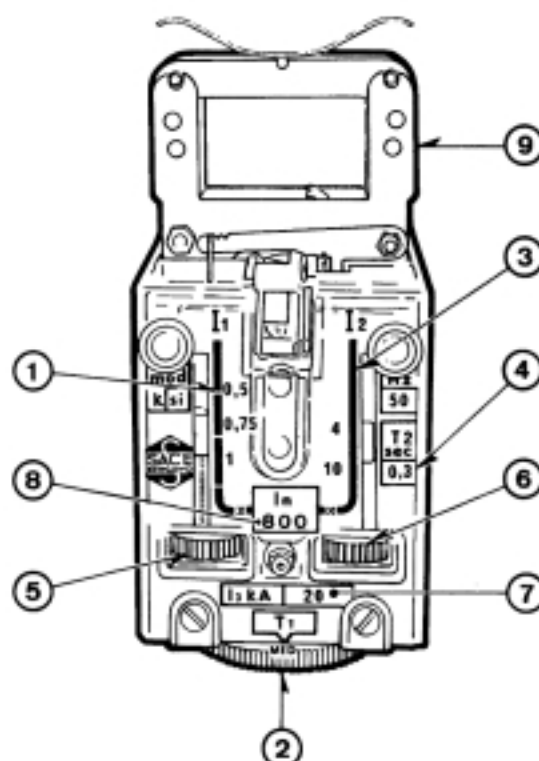
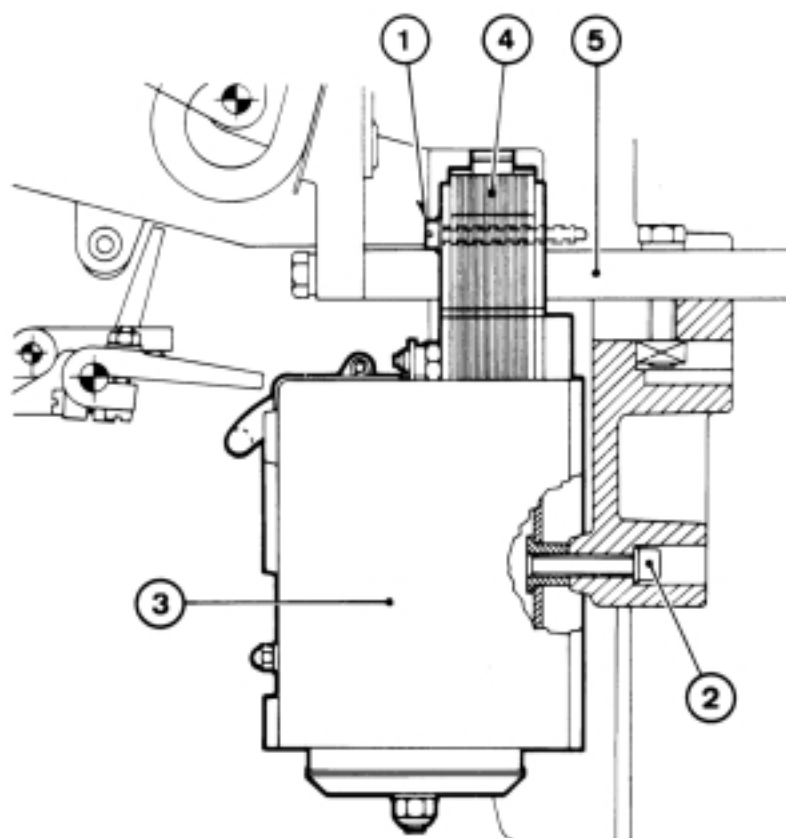

Fig. 17
Fig. 18
## 6. SGANCIATORI A MASSIMA CORRENTE (Serie K) - (fig. 17)
Sulla mostrina dello sganciatore (fig. 17) sono riportate tre scale.
## 6. OVERLOAD RELEASES (Series K) (fig. 17)
The flange of the release (fig 17) shows 3 scales:
Sganci intempestivi sotto carico nominale possono dipendere da un difetto di regolazione: in tal caso è necessario correggerla agendo sui bottoni di regolazione (5) e (6) fig. 17.
Volendo provvedere in loco, occorre agire come segue (fig. 18):
Undue trippings under rated load may be caused by an imperfect adjustment of the electromagnetic releases; if so, operate the relevant adjusting knobs (5) and (6) fig. 17.
Should operations have to be carried out on site, act as follows (fig. 18):
Corrente nominale dello sganciatore In (1)	N° di passaggi della barra (5) fig. 18 all'interno del nucleo (9) fig. 17
Rated current of release In (1)	N° of bar (5) fig. 18 elements within the core (9) fig. 17